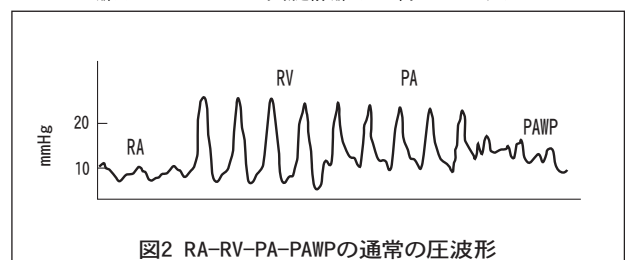

図2 RA-RV-PA-PAWPの通常の圧波形
2. 先端孔から圧を連続的に監視しながらカテーテルを静かに右心房に進めます。カテーテルの先端が胸部内に入ると、監視している圧波形が呼吸性の変動を受けて大きく変化します。図2は典型的な心内（右心房／右心室）および肺動脈系（肺動脈／肺動脈楔入部）の特徴的な圧波形を示します。